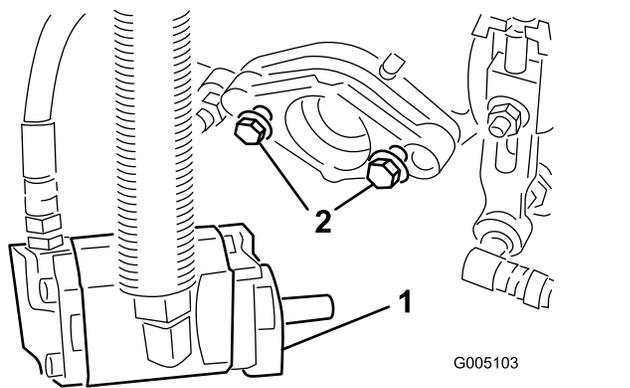

Figura 10
6. Asegúrese de que haya aproximadamente 13 mm ($\frac{1}{2}$ ") de roscas expuestas en cada perno de montaje del motor de accionamiento del molinete (Figura 10).
9. Apriete los pernos de montaje (Figura 10).